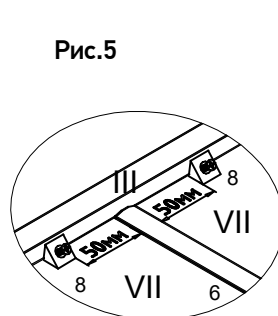
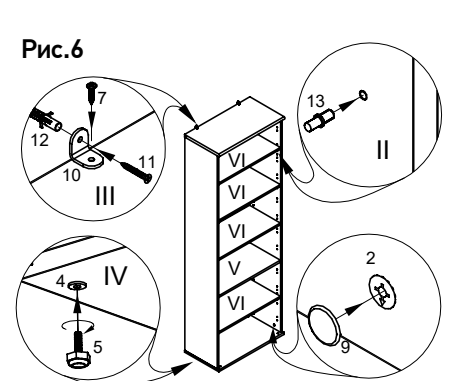

Рис.5
Рис.6
Для фиксации стенки задней (VII) использовать уголки (8) установив их равномерно по периметру стенки задней. Для большей жесткости, рекомендуется в месте моединения стенок задних (VII) и соединительного профиля (6) установить уголки (8) на расстоянии 50мм от соединительного профиля (6) (см.рис.5). Вкрутить в футорки опор регулируемых (4) регулируемые опоры (5), (см.рис.6). Установить стеллаж вертикально. Отрегулировать устойчивость стеллажа при помощи регулируемых опор (5), см.рис.6. Для надежности эксплуатации стеллажа, рекомендуется фиксирование стеллажа к стене при помощи саморезов (11), уголка (10) и дюбеля (12), (см.рис.6). Вставить в отверстия боковин (I) полкодержатели (13). Установить на них полки съемные (VI), так, чтобы обеспечить расстояние между полками необходимое для установки на полки папок типа "Корона". Закрыть стяжки эксцентрики декоративными заглушками (9) см.рис.6.